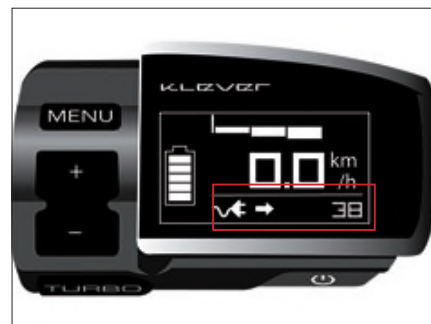

Bild 6
**Restreichweite:** Die Restreichweite für die aktuelle Unterstützungsstufe. Ändern Sie die Unterstützungsstufen, berechnet das System die Reichweite neu und zeigt sie auf dem Display. (Bild 6; Beispiel 38 km)